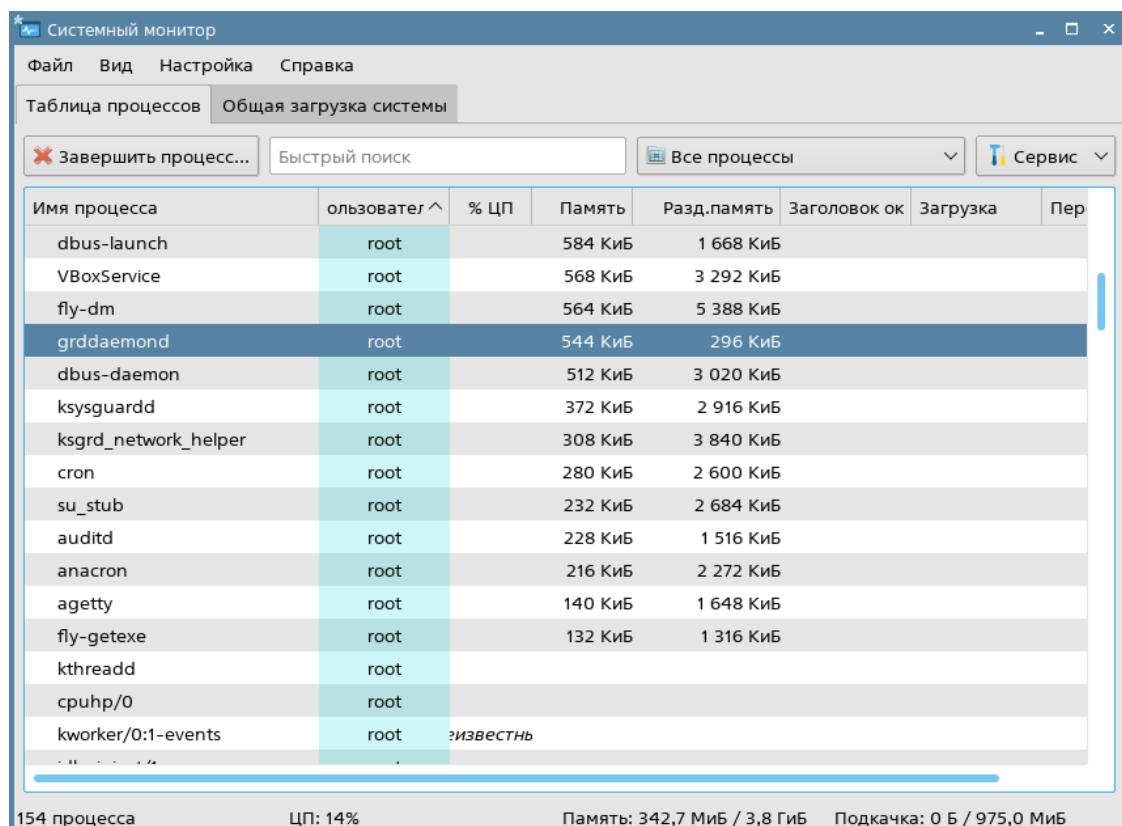

Рисунок 222 - Системный монитор
3. В системном мониторе проверьте, что присутствует процесс **grdddaemon** (Рисунок 222).